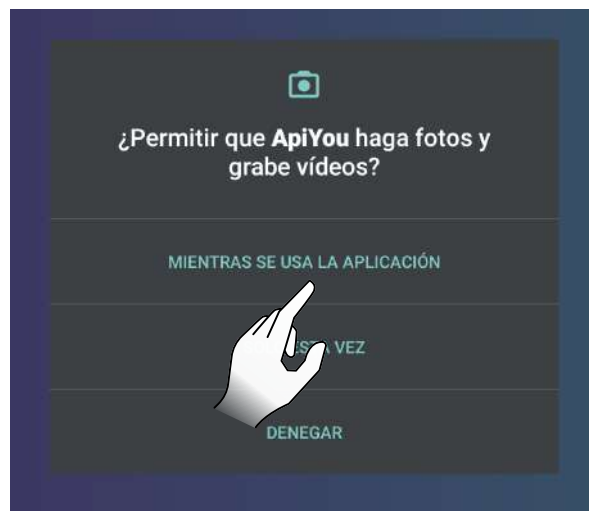

Fig. 8.1
- que ha escaneado correctamente el código QR. Controle la autorización de ApiYou para usar la cámara; si no se otorga, el encuadre permanecerá completamente negro. A continuación, modifique las autorizaciones como se muestra en Fig. 8.1 y 8.2, o introduzca manualmente el código de 16 dígitos;